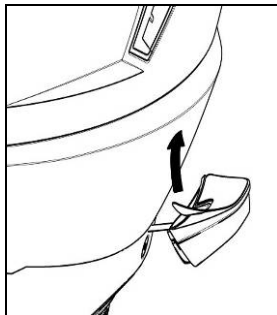
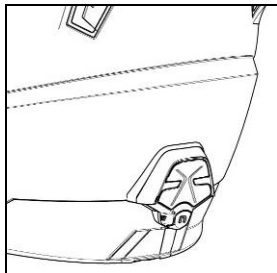

Fig. 8
Fig. 9
- Fjern beskyttelsesfilmen fra det selvklæbende bånd på styrthjelmens adapter (Fig. 8) og påsæt ESS-adapteren på hætten (Fig.9).